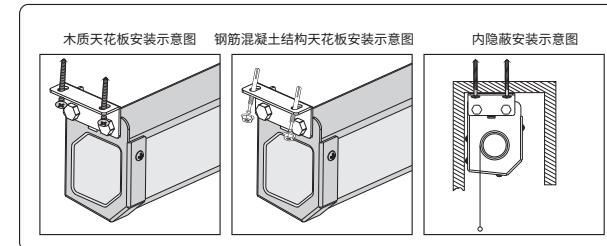

图15
2. 用木牙螺丝或自攻螺丝(非产品配件)穿过悬挂顶板顶部相对应的孔位，将悬挂顶板连同银幕一起固定在天花板上。(如图15)